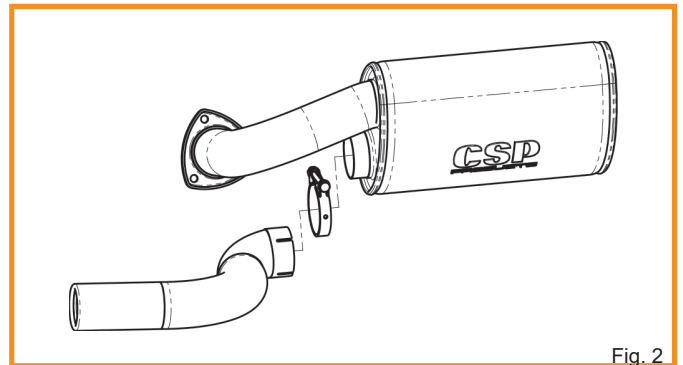

Fig. 2
- Put the band clamp with hole over the tailpipe and push both fully on the muffler sleeve. Rotate the tail pipe on the muffler sleeve to adjust the height as required. (see Fig. 2 & 3)
- Schieben Sie die Schraubschelle mit dem Bohrloch zur Fahrzeugaußenseite über das neue Endrohr und stecken es vollständig auf den Endschalldämpfer. Nun können sie das Endrohr individuell nach Ihrem Fahrzeug und Geschmack ausrichten. (siehe Fig. 2 & 3)